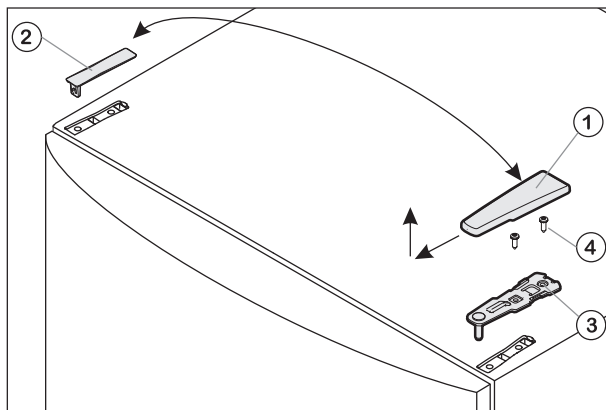
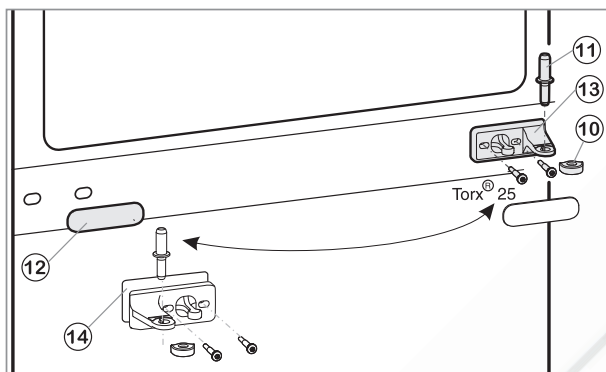

Рис. 1
Рис. 2
- Потяните крышку Рис. 1(1) вперед и вверх.
- Поднимите крышку Рис. 1(2).
- Отвинтите верхнюю дверную петлю (Рис. 1(3)) (при помощи Torx © 25) и снимите ее (Рис. 1(4)).
- Вытащите средний штифт Рис. 2(11) из дверной петли и опустите дверь.
- Снимите пластиковую крышку Рис. 2(10).
- Отвинтите верхнюю дверную петлю Рис. 2(13) (при помощи Torx © 25) и снимите ее (Рис. 1(4)).
- Осторожно снимите прикрывающую панель Рис. 2(12).
- Поверните среднюю дверную петлю Рис. 2(13) вместе с шайбой Рис. 2(14) на 180° и прочно (с крутящим моментом 4 Нм) привинтите ее на новой стороне петли.
- Поверните покрывающую панель Рис. 2(12) на 180° и снова защелкните ее на месте со стороны нового расположения ручки.
- Установите пластиковую крышку Рис. 2(10) на среднюю дверную петлю Рис. 2(13).
- Через среднюю дверную петлю Рис. 2(13) вставьте средний опорный штифт Рис. 2(11) в нижнюю дверь на новой стороне петли.
- Установите верхнюю дверь на средний опорный штифт Рис. 2(11).
- Вставьте верхнюю дверную петлю Рис. 1(3) в дверь с новой стороны расположения петли.
- Надежно (с крутящим моментом 4 Нм) привинтите верхнюю дверную петлю (при помощи двух Torx © 25) на месте установки Рис. 1(4). Возможно, придется предварительно проделать отверстия при помощи шила или воспользоваться аккумуляторным шурупвертом.
- С внешней стороны приложите крышку Рис. 1(1) и крышку Рис. 1(2) к местам их установки на противоположной стороне и защелкните их на месте.
- При необходимости выровняйте положение дверей относительно корпуса устройства при помощи овальных отверстий в нижней и средней дверных петлях Рис. 2(13). Для выполнения этой операции отвинтите средний винт в нижней дверной петле.